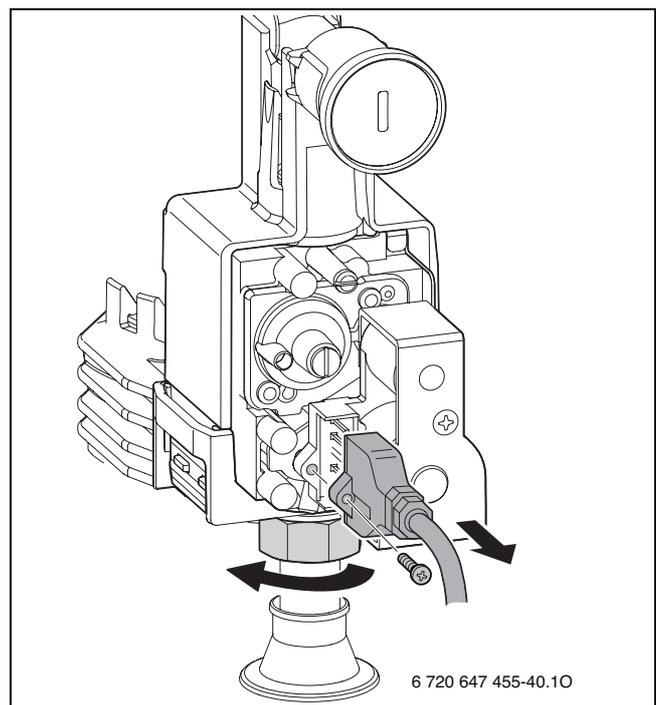

Fig. 66
- ▶ Rimuovere la vite (→fig. 66).
- ▶ Smontare la valvola del gas (→ fig. 66, pag. 62).